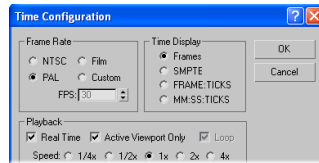

Abbildung 8: In der Time Configuration für die Frame Rate PAL einstellen.
2. In der **Time Configuration** für die **Frame Rate** **PAL** einstellen (vgl. Abbildung 8). Dahin gelangt man schnell, indem mit der rechten Maustaste auf ein Element der **Animationssteuer-Element** ein Kontextmenü ausgeklappt wird.